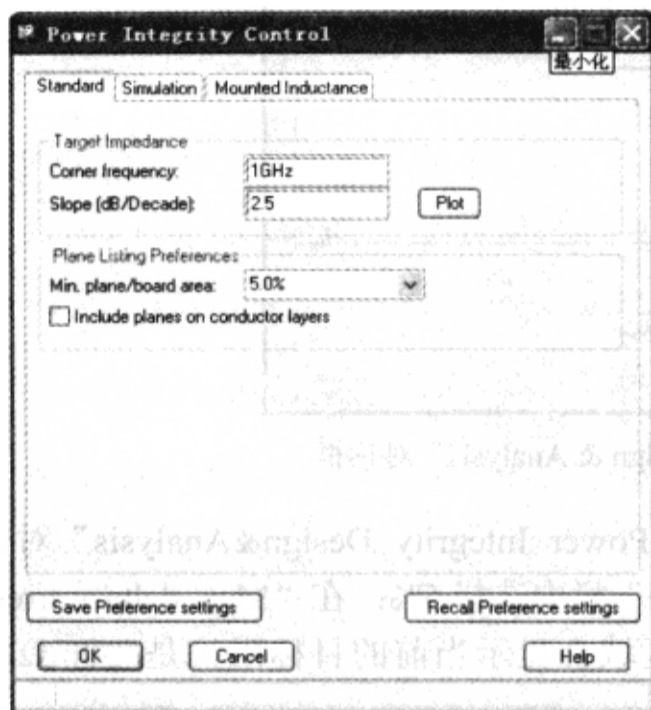

图 7-12-54 “Power Integrity Control”对话框
(1) 在“Power Integrity Design&Analysis”对话框上单击“Control”按钮, 弹出“Power Integrity Control”对话框, 对话框的顶部有 3 个标签页, 分别用于设置各种仿真参数, 这里只设置“Mounted Inductance”标签页下的参数, 如图 7-12-54 所示。